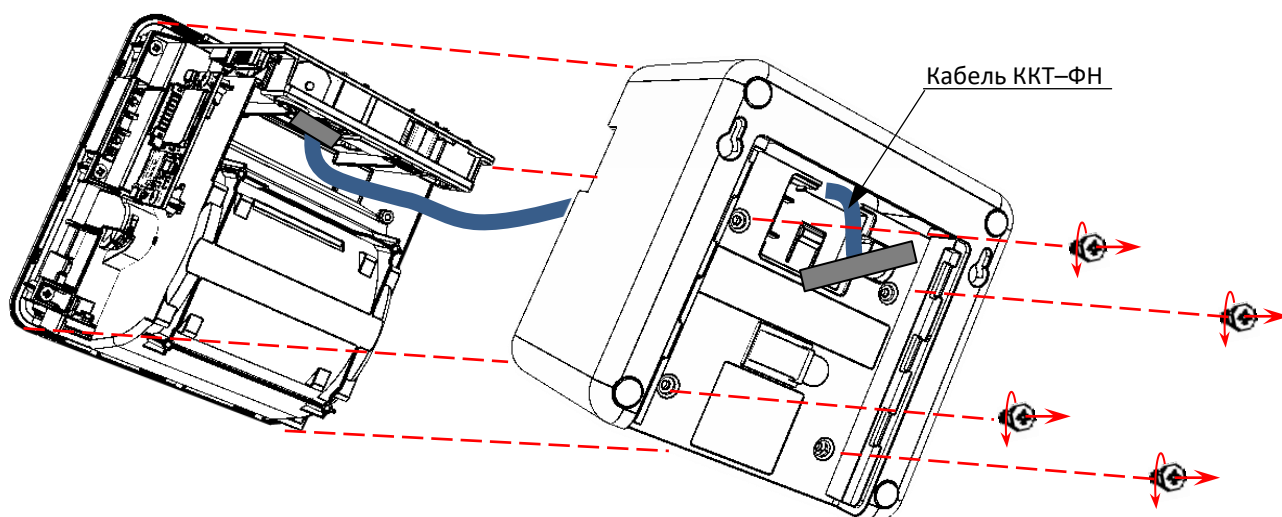

Рисунок 10. Отделение основной внешней части корпуса ККТ
10. Совместить внешнюю часть корпуса ККТ с внутренней ее частью, учитывая положение кнопки включения/промотки и продев кабель ККТ–ФН в проем дна внешней части (см. рисунок 10).
11. Вкрутить винты крепления (см. рисунок 10).